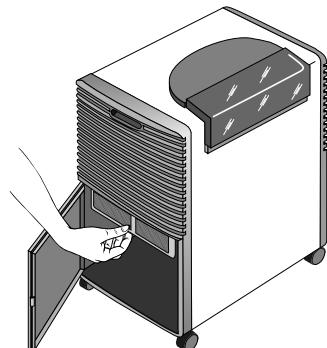

Fig. 4
- Het luchtfILTER verwijderen door de deur te openen, de tank te verwijderen en het filter eruit te halen door het naar beneden te trekken (fig. 4).